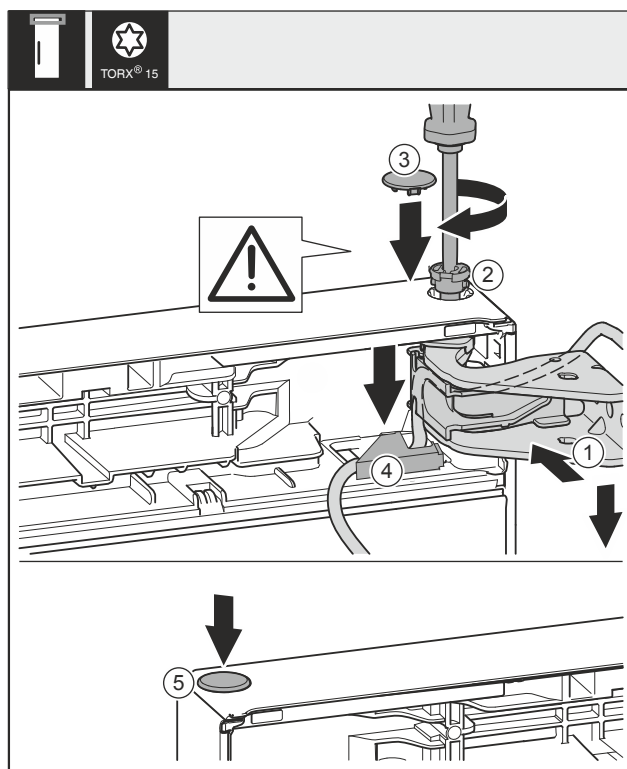

Fig. 43
- Dveře nahoře vyrovnejte s otvorem ve stojanu ložiska Fig. 43 (1).
- Vložte čep Fig. 43 (2) a pevně jej utáhněte šroubovákem.
- K zajištění dveří namontujte bezpečnostní kryt: Bezpečnostní kryt Fig. 43 (3) nasadte a zkontrolujte, zda přiléhá na dveře. V opačném případě čep zcela zasuňte.
- Vložte kryt Fig. 43 (4) a zatlačte jej směrem dolů, dokud nezacvakne.
- Vložte zátku Fig. 43 (5).